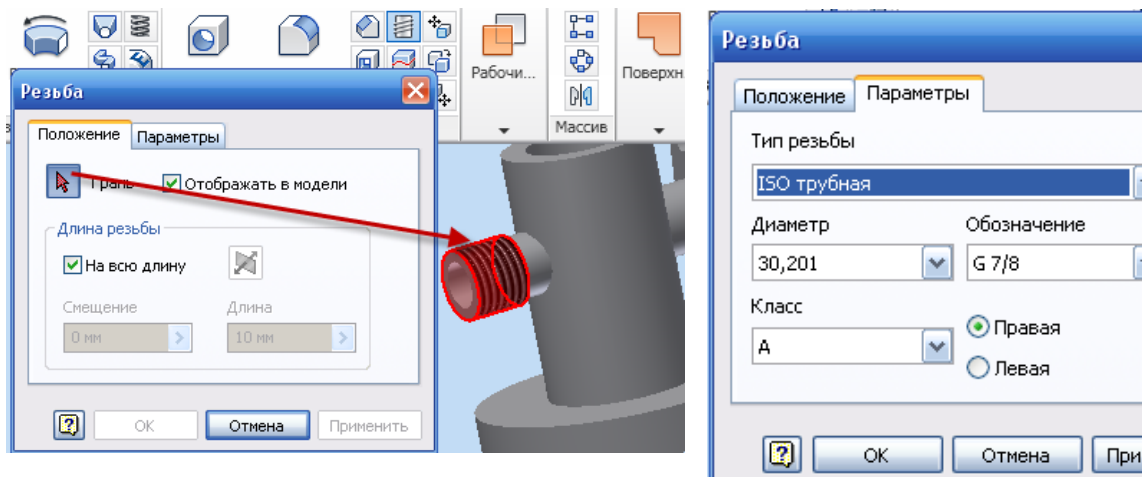

Рис. 3.38. Диалоговое окно **Резьба**
- Используя инструмент  **Орбита** поверните модель (*рис. 3.38*).
- Выберите поверхность элемента (грань), на которой должна быть резьба и щелкните мышкой по ней (*рис. 3.38*).
- В диалоговом окне **Резьба** откройте вкладку **Параметры** (рис. 3.38), в окне **Тип резьбы** выберите – **ISO трубная**.